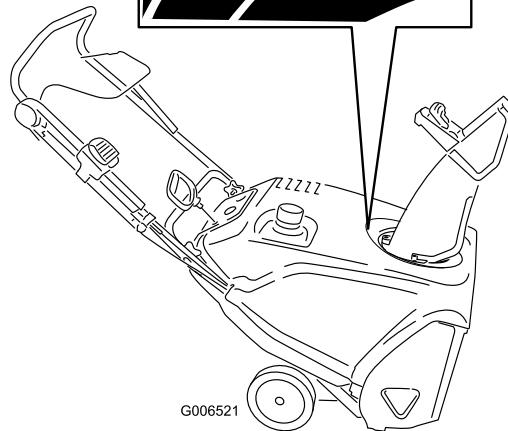

Bild 34
3. Drehen Sie den Auswurfkanal so, dass er nach vorne zeigt und der Pfeil hinten am Auswurfkanal mit dem Pfeil an der Abdeckung ausgerichtet ist (Bild 34).